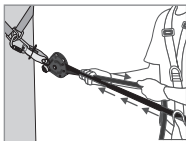
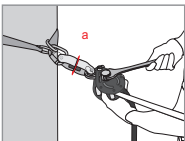

Fig. 3
Fig. 4
Når du har installert livlinen, må du aller først regulere spenningen ved å dra i tauet (i den enden hvor tauet har en endeknute - Fig. 3). Kammen (8) og kampsaken (4) skal da komme i kontakt med tauet. Slå ned kampsaken (4). Ved hjelp av en egnet nøkkel, juster spenningen på aksens for spenningsjustering (1) inntil skiven for spenningsmerket (a) som sitter på spenningsmerket (2) går fritt rundt (Fig. 4). Så snart skiven spinner fritt, SKAL MAN IKKE STRAMME VIDERE! Dette tilsvarer en forhånds-spennings på linen på ca. 1 kN. Når utstyret er i bruk, må du kontrollere denne spenningen jevnlig (skiven for spenningsmerket må spinne fritt) og ved behov, må spenningen justeres, som beskrevet ovenfor.
**MERK!** Ikke prøv å løse aksens for justering av spenningen (1) med nøkkelen. Hvis du prøver på det, vil kammen (8) ikke gi etter, siden den ikke tillater roterende bevegelser mot klokka. Prøver man likevel å tvinge denne aksens til å løse, kan det få alvorlige følger hvor systemets funksjonalitet og for tauets stand.